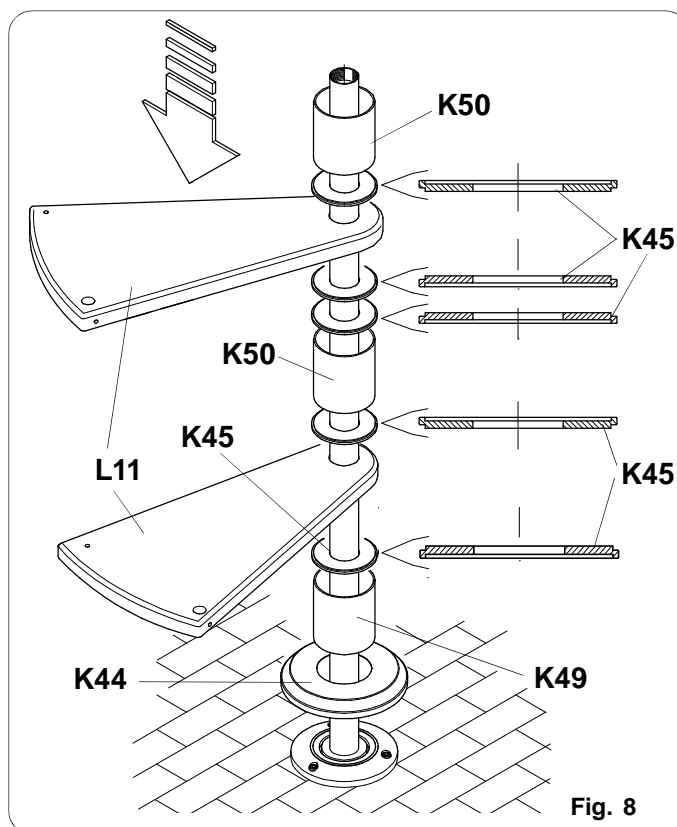
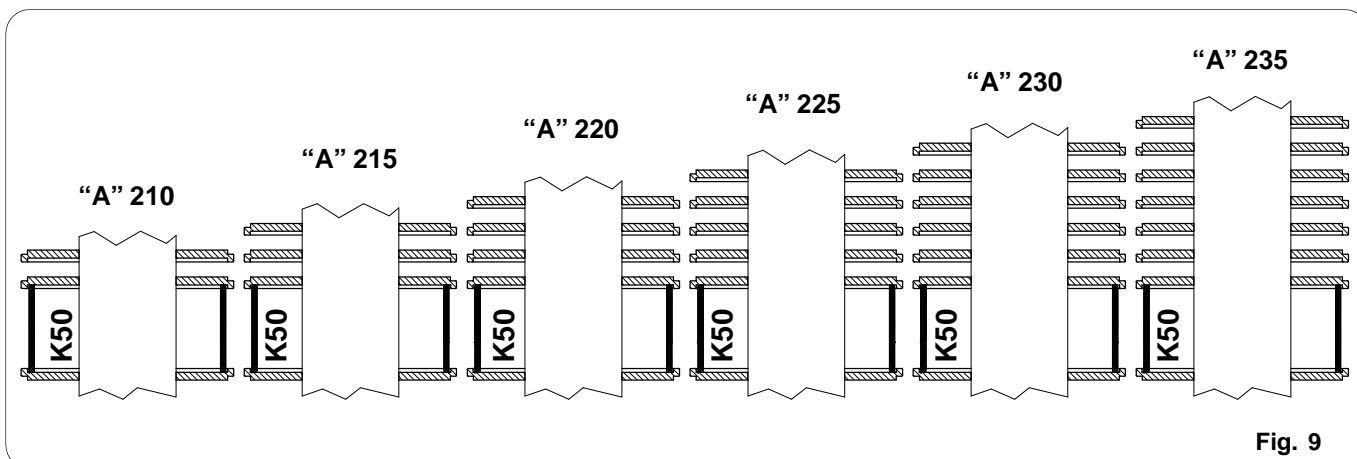

Fig. 8
Fig. 9
- Avant de terminer le montage de tous les éléments constituant le mât, il est opportun de commencer à insérer aussi les différents éléments qui constitueront l'escalier (marches, bagues intermédiaires), en procédant à leur montage au fur et à mesure de la composition du mât. Commencer d'abord en enfilant le couvre-plaque **K44** et la bague intermédiaire **K49** (la seule de 146 mm de haut), comme indiqué fig. 8.
- Monter la rondelle **K45** avant d'enfiler la marche **L11**. Continuer à monter les autres marches en ayant soin de placer la rondelle de centrage **K45** au-dessus et au-dessous de chaque marche, comme indiqué fig. 8. Le nombre de rondelle à insérer est indiqué dans la colonne correspondante de la réglette (voir les différentes combinaisons sur le schéma reporté ci-dessous Fig. 9).